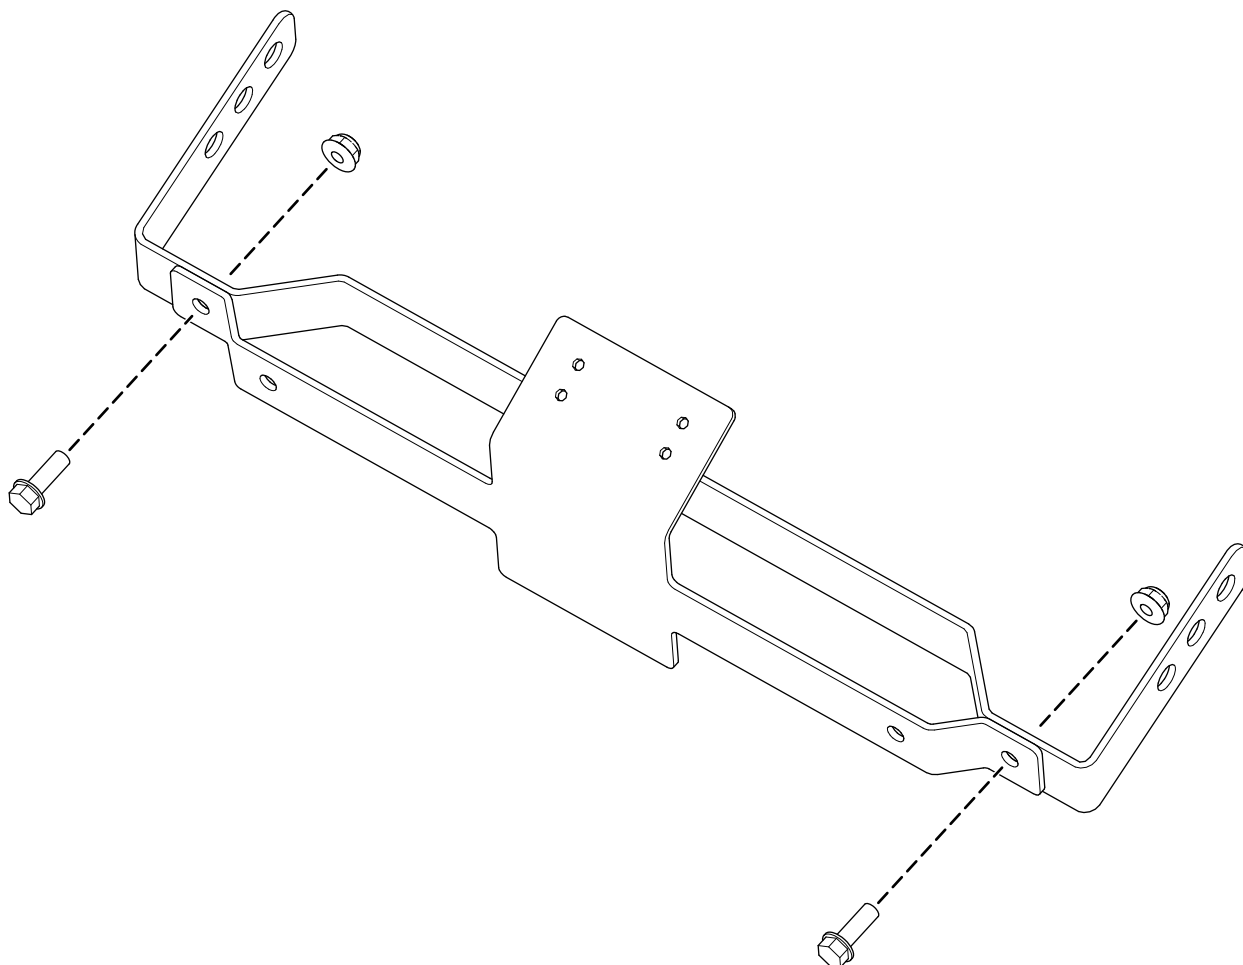

Figura 6
1. Fixe a montagem do do espelho com primário à montagem do espelho preto utilizando dois parafusos com cabeça de anilha sextavada (1/4 pol. x 3/4 pol.) e duas porcas de bloqueio (1/4 pol.), como se mostra na Figura 6.